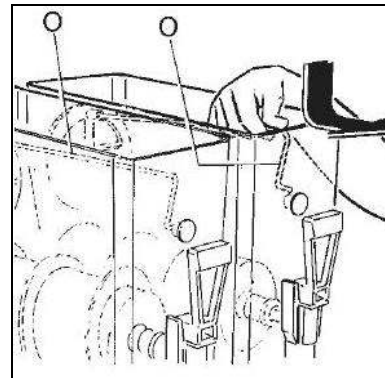

Fig. 20
- Procéder au remontage du dispositif de mélange supérieur (O) en faisant en sorte que sa couronne dentée soit en phase avec celle inférieure de manière à faciliter le parfait encastrement de l'axe avant dans son logement situé sur le bac (voir fig. 20).